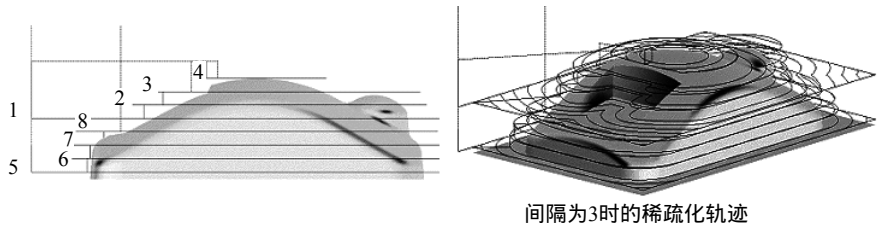

图 7-52 稀疏化加工
- 【稀疏化加工】：用于是否删减粗加工 Z 层切削层数，如图 7-52 所示。